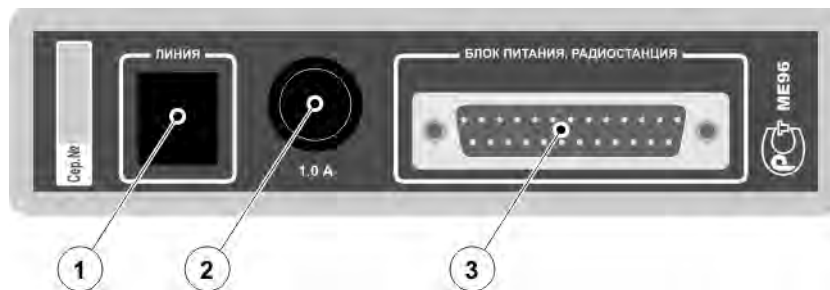

Рисунок 4. Задняя панель Контроллера Радиостанции.
4. Подключите 25-и контактный разъём (М) кабеля DRC-500RC-031-01 к разъёму 3 (Рисунок 4) Контроллера Радиостанции, зафиксируйте винтами.
- не горит — ретранслятор выключен или не подключен к разъёму 3 (Рисунок 4) Контроллера Радиостанции;